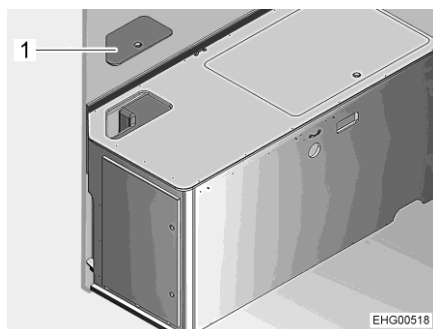

Fig. 120 Coffre de banquette gauche
- Retirer le couvercle de service (Fig. 120,1).